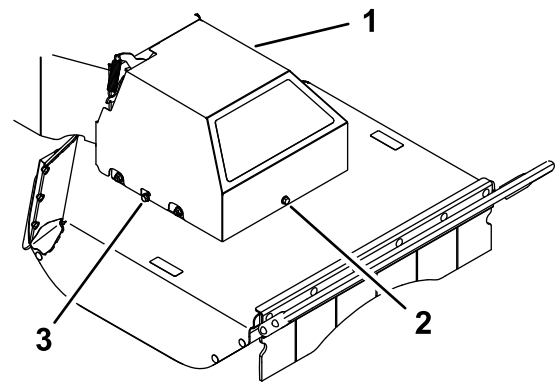

Figura 33
5. Afloje los pernos del lado izquierdo y derecho unas vueltas, y afloje el perno delantero hasta que la cubierta quede suelta (Figura 33).
11. Baje la cubierta de la correa sobre la carcasa, alineando las ranuras de la cubierta con los pernos laterales. Apriete el perno delantero, luego apriete ambos pernos laterales (Figura 33).